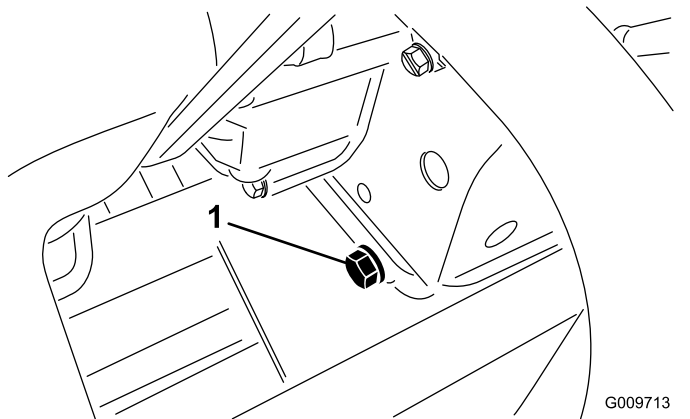

Figura 77
2. Togliete il tappo di spurgo (Figura 77) e lasciate defluire l'olio in una bacinella.